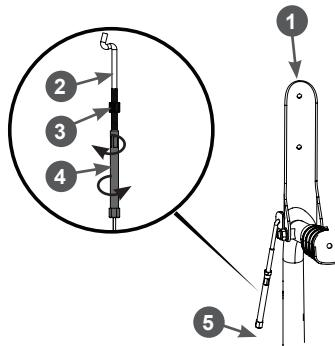

Рис. 7. Подсоединение троса к рычагу включения хода
- выкрутите Z-образные наконечники 2 тросов из соединительных муфт 4 тросов. Затем вставьте наконечники в боковые отверстия на рычагах включения шнеков и включения хода (Рис. 7);
- накрутите соединительную муфту 4 троса включения шнеков (левый) на Z-образный наконечник 2 троса. Поднимите рычаг включения шнеков вверх до упора и, проворачивая (закручивая) соединительную муфту 4 по часовой стрелке (смотреть снизу-вверх), устранитте провисание троса. Накрутите соединительную муфту 4 на наконечник 2 ещё на один оборот, после чего законтрите резьбовое соединение, закрутив контргайку 3 (Рис. 7);
- при необходимости, отрегулируйте длину троса с помощью соединительной муфты (Рис. 7). Чтобы укоротить трос – накрутите соединительную муфту 4 на Z-образный наконечник 2 троса. Чтобы удлинить трос – открутите. После регулировки затяните контргайку 3 (Рис. 7);
- при необходимости, отрегулируйте длину троса с помощью соединительной муфты (Рис. 7). Чтобы укоротить трос – накрутите соединительную муфту 4 на Z-образный соединительный наконечник 2 троса. Чтобы удлинить трос – открутите. После регулировки затяните контргайку 3 (Рис. 7).